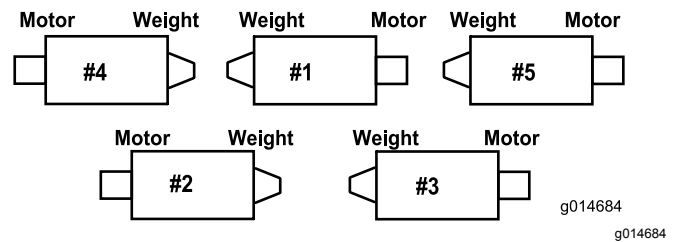

**Bild 6**
- C. Montieren Sie die Schraube des Federrohrs an der anderen Nase am Trägerschraubennase und befestigen sie mit der Bundmutter. Der Schraubenkopf zeigt zur Außenseite der Lasche, siehe **Bild 6**.
- D. Montieren Sie die Stangenhalterung mit den Schlossschrauben und Muttern an den Schneideeinheiten (**Bild 6**).